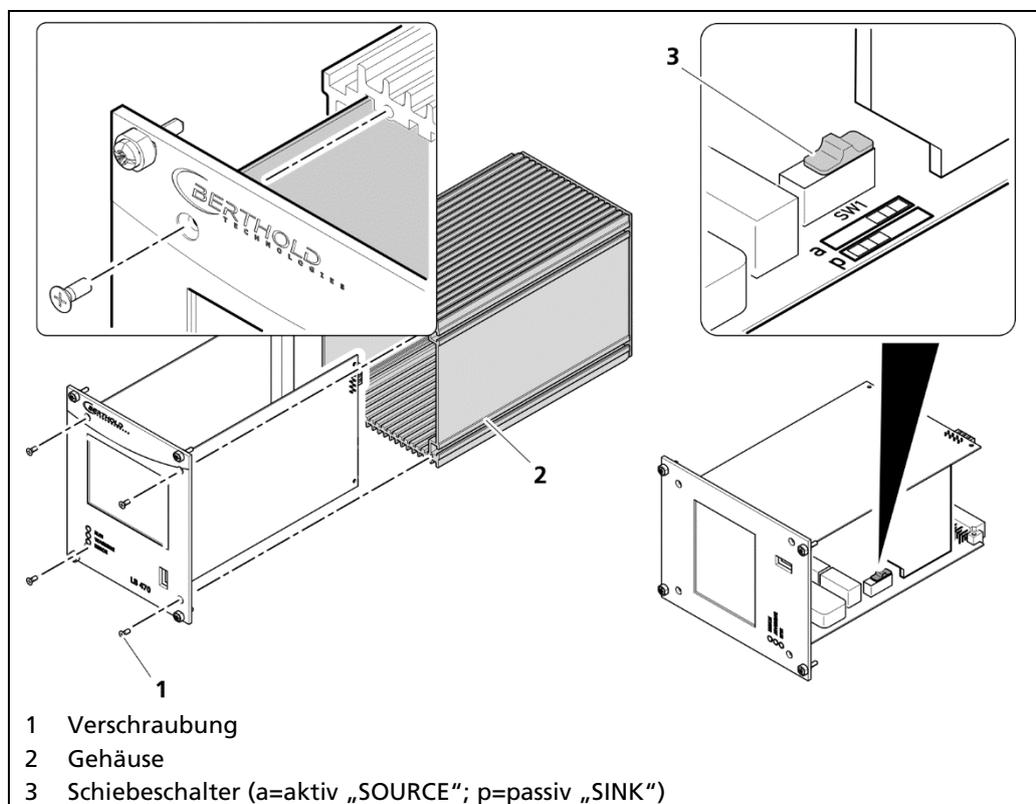

Abb. 23 Umschaltung des Stromausgangs
1. Lösen Sie die vier versenkten Schrauben an der Vorderseite der AWE (Abb. 23 Pos.1).
2. Ziehen Sie das Gehäuse (Abb. 23, Pos.2) vorsichtig ab.
3. Schieben Sie den Schalter (Abb. 23, Pos.3) auf Position a für „aktiv“ (SOURCE), auf Position p für „passiv“ (SINK).
5. Verschrauben Sie das Front-Panel wieder mit vier Schrauben (Abb. 23, Pos.1) mit dem Gehäuse (Abb. 23, Pos.2).